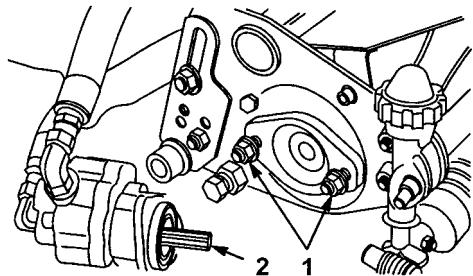

図 8
ネジ山を13 mm程度突き出させておく（図8）
- 4.カッティングユニットとリールモータのカバーを取る。リールモータのシャフトのスライド部にグリスを塗布し、モータを時計方向にひねってスタッドを一回かわし、逆にひねってモータのフランジをスタッドに結合させ、ナットを締める（図8）